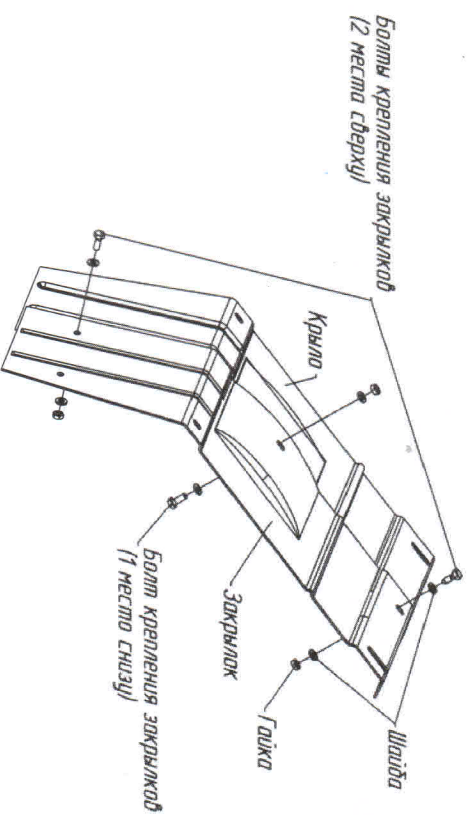

Рис. 3. Схема крепления закрылков (дополнительных крыльев)
26. При фрезировании защитные устройства и щитки должны быть установлены на соответствующие места и надежно закреплены с помощью исправного стандартного инструмента (рис.3).